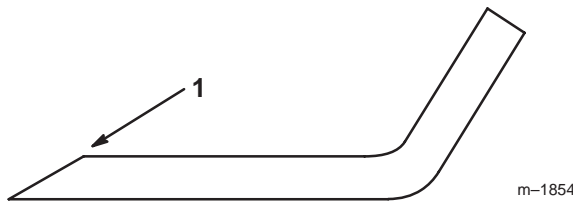

Bild 33
1. Schärfen Sie die Schnittkante an beiden Enden des Schnittmessers mit einer Feile (Bild 33). Behalten Sie den ursprünglichen Winkel bei. Das Schnittmesser behält seine Auswuchtung bei, wenn von beiden Schnittkanten die gleiche Materialmenge entfernt wird.